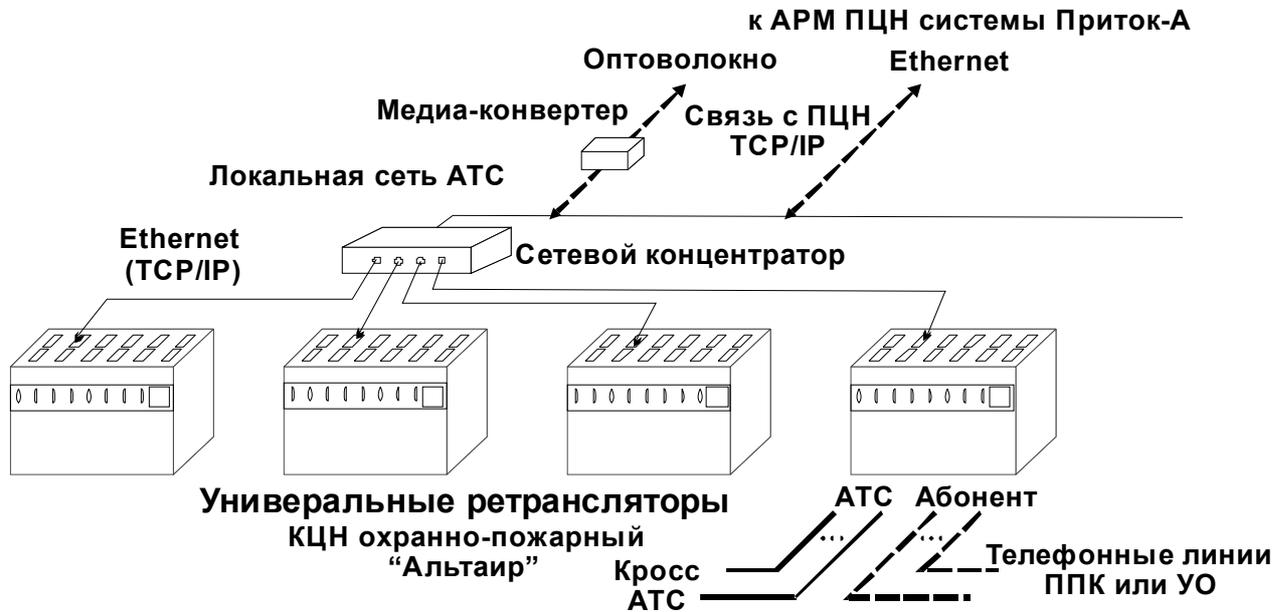

Рисунок 1 – Схема связи ретранслятора с ПЦН по протоколу TCP/IP.
1.1.4 Схема связи ретранслятора с АРМ по протоколу TCP/IP показана на рис. 1. Подробно с ретрансляторами можно ознакомиться в документации на эти устройства от производителя.